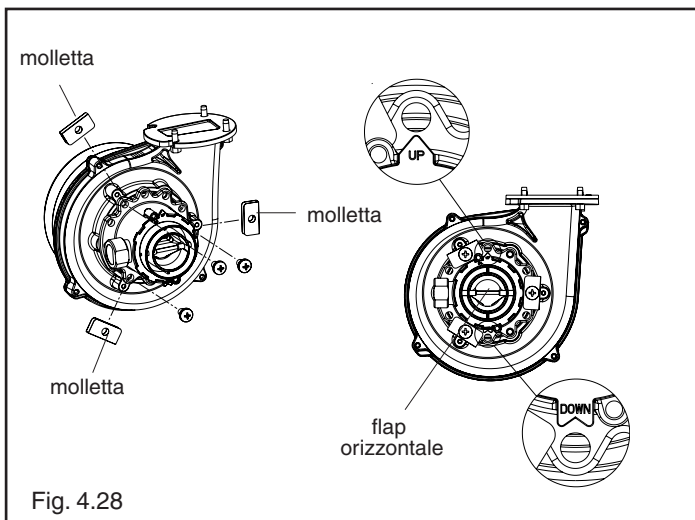

Fig. 4.28
- Svitare le viti che fissano il silenziatore (A) e rimuoverlo
- Facendo leva sotto i denti (ATTENZIONE A NON FORZARE), allentare il venturi in plastica (B) e premere dal lato opposto fino ad estrarlo completamente dal corpo in alluminio
- Con una chiave CH6 rimuovere ed ELIMINARE E NON RIUTILIZZARE i 2 ugelli (C), pulire la relativa sede da residui di plastica
- Riasssemblare il mixer con il flap in posizione orizzontale e le mollette distanziali nella posizione a 120° come indicato in fig. 4.28